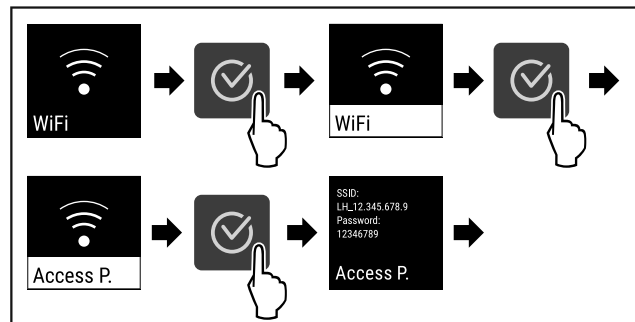

Fig. 84
- ▶ Hajtsa végre a művelet lépéseit (lásd Fig. 84).